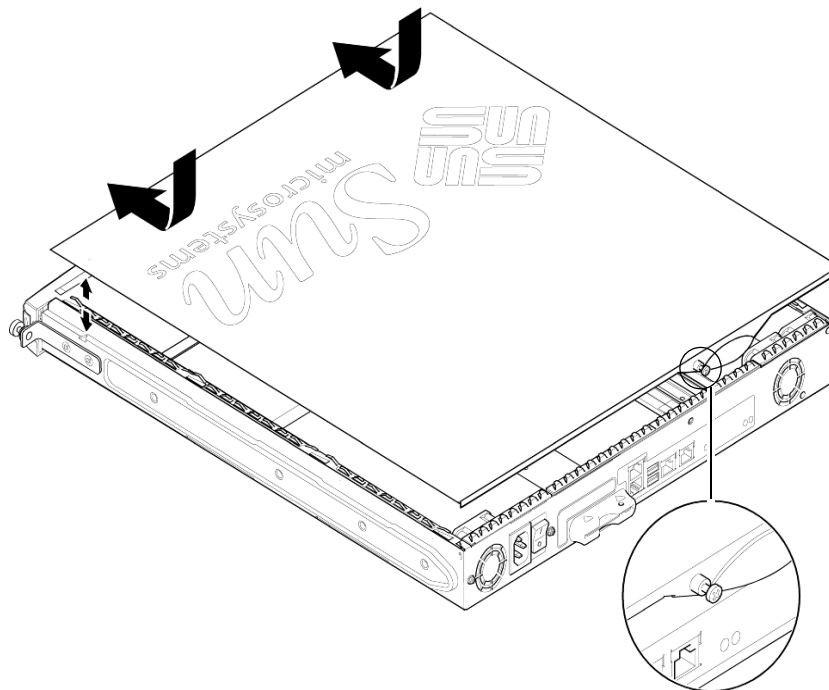

РИС. 8-4 Установка верхней крышки
6. Поставьте на место верхнюю крышку и затяните крепежный винт (см. РИС. 8-4).